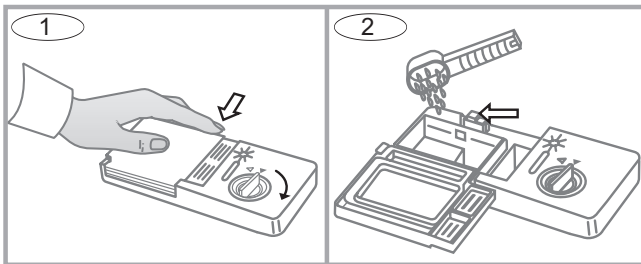

Рис. 8
- Крышка открывается нажатием кнопки (рис. 8, иллюстрация 1).
- Моющее средство необходимо закладывать перед самым началом цикла мойки (рис. 8, иллюстрация 2).